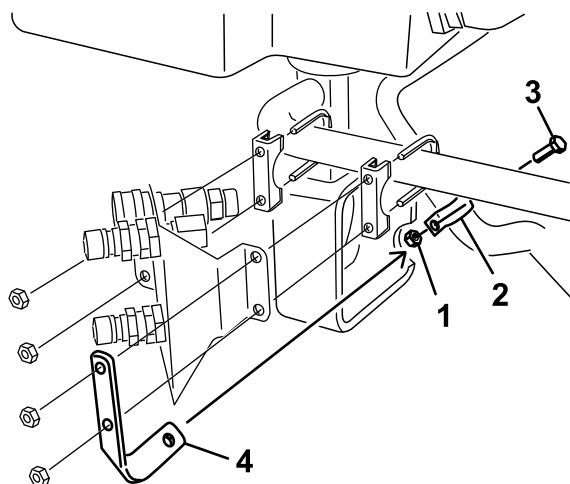

Figura 27
6. Instale una abrazadera en R sobre la manguera hidráulica grande, según se muestra en Figura 27. Instale la abrazadera en R en el soporte de retención con un perno (5/16 x 7/8 pulgada) y una tuerca (5/16 pulgada) (Figura 27).